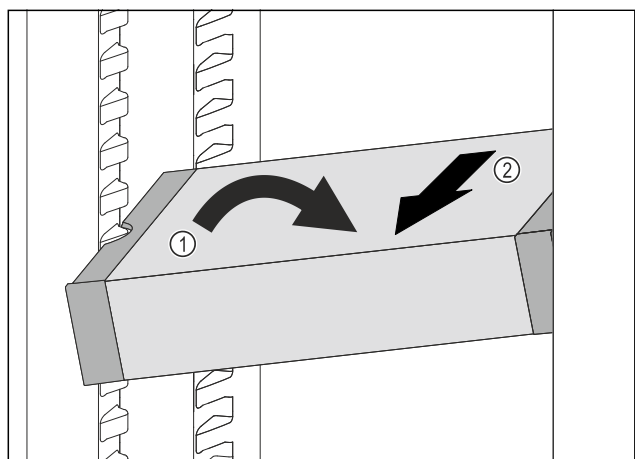

Fig. 137
- ▶ Встановити VarioSafe під кутом в охолоджувальному відділенні. Fig. 137 (1)
- ▶ Витягнути VarioSafe вперед. Fig. 137 (2)